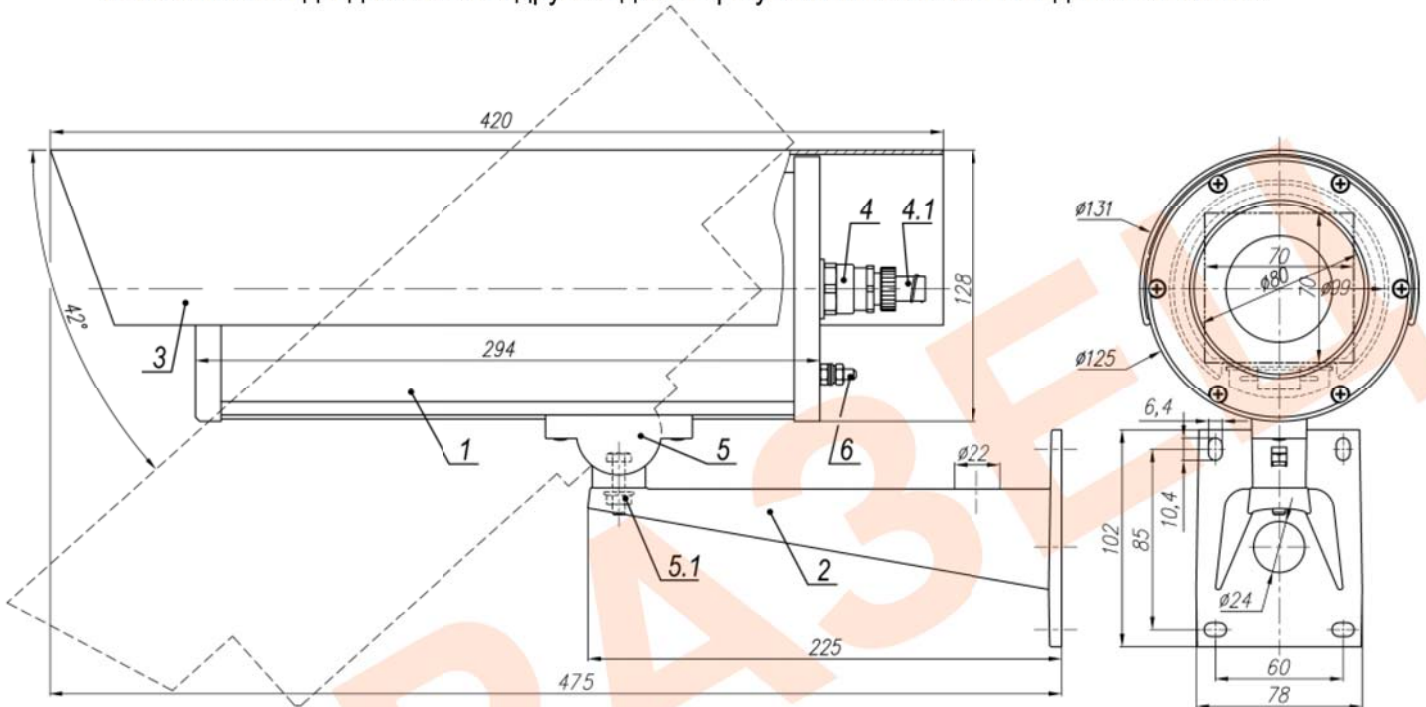

Рисунок 1 – Состав, габаритные и установочные размеры
В состав изделия входят (см. рисунок 1):
5. Заземлить видеокамеру с помощью клеммы заземления 6 (рисунок 1).
7. Ослабив гайку болта фиксации шарнира 5.1 (рисунок 1), установить видеокамеру на нужное направление обзора, после чего надёжно зафиксировать шарнир, затянув гайку.